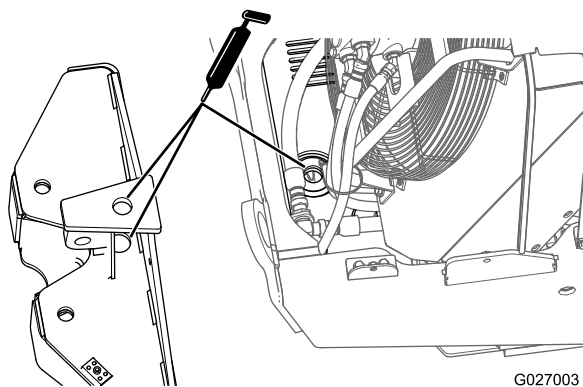
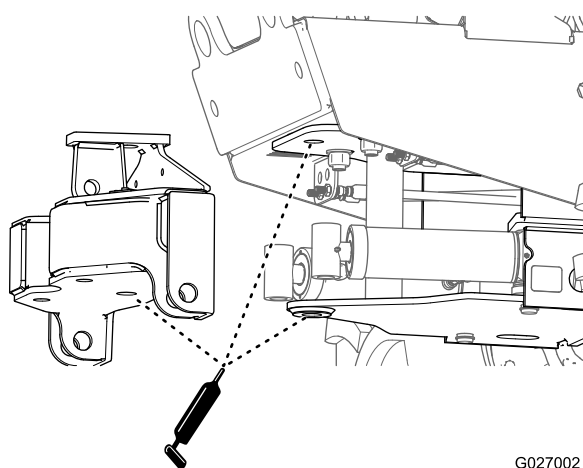

Figura 22
Figura 23
8. Aplique una capa de grasa del tipo especificado al pasador de giro y a los taladros de giro del bastidor de giro y del bastidor de montaje (Figura 22 y Figura 23).